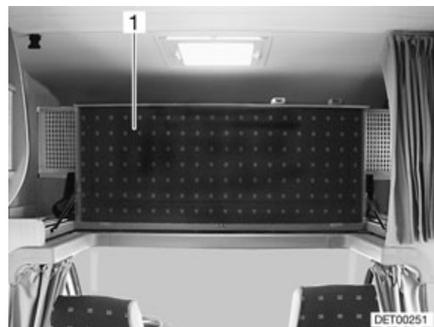

Fig. 97 Cama de alcoba, plegada hacia arriba
- Plegar hacia arriba la cama de alcoba (Fig. 97,1) delante. La cama de alcoba se mantiene en la posición superior mediante resortes por presión de gas.